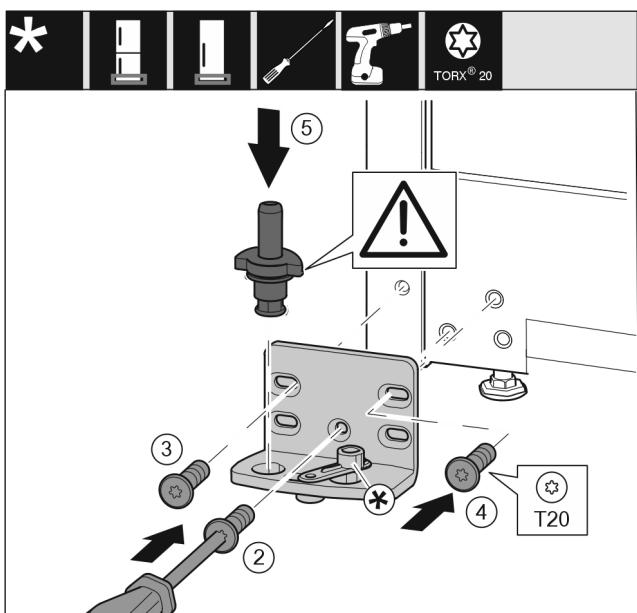

Fig. 16
- Ležajni podstavek namestite na drugo stran in privijte s pomočjo izvijača T20. Pričnite z vijakom 2 spodaj na sredini. Fig. 16 (2)
- Privijte vijaka 3 in 4. Fig. 16 (3,4)
- V celoti vstavite ležajni sornik. Pri tem pazite na to, da je zaskočni zapah obrnjen nazaj. Fig. 16 (5)